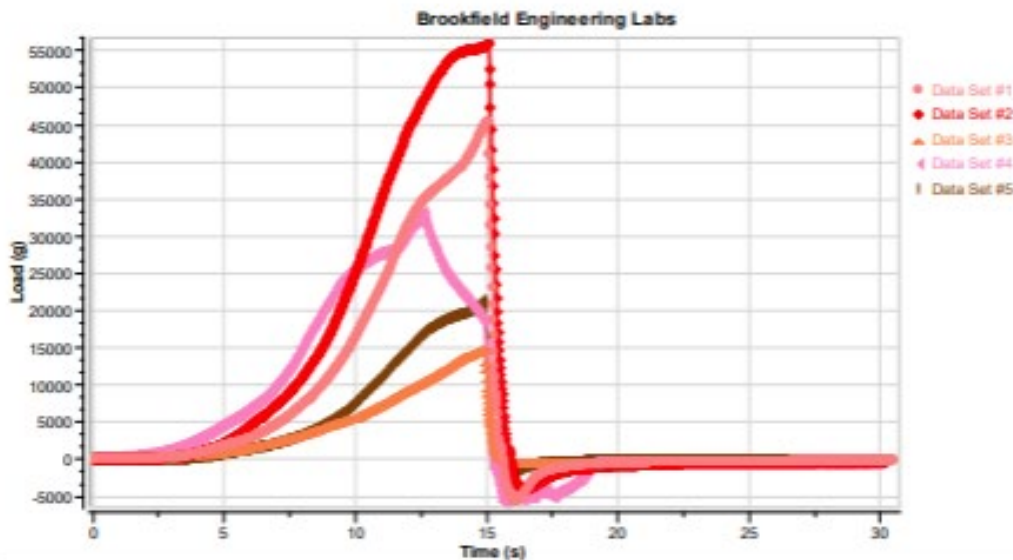

Figure 1: The load/time graph for the hardness/firmness of meat using the five-bladed Kramer Shear Cell with 30 g meat samples.
- Gráfico de Carga vs. Tiempo (Fig. 1): Mide la dureza/firmeza de la muestra.
- La fuerza máxima indica la firmeza de la muestra; valores más altos = carne más firme (Fig. 1).